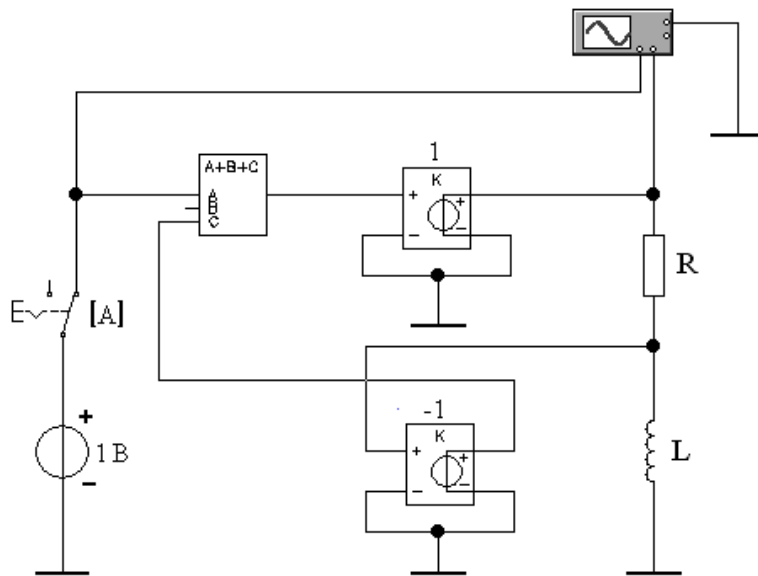

Рис.4.15. Схема для исследования переходной характеристики усилителя с индуктивной нагрузкой
3. Набрать на рабочем поле схему на рис.4.15;